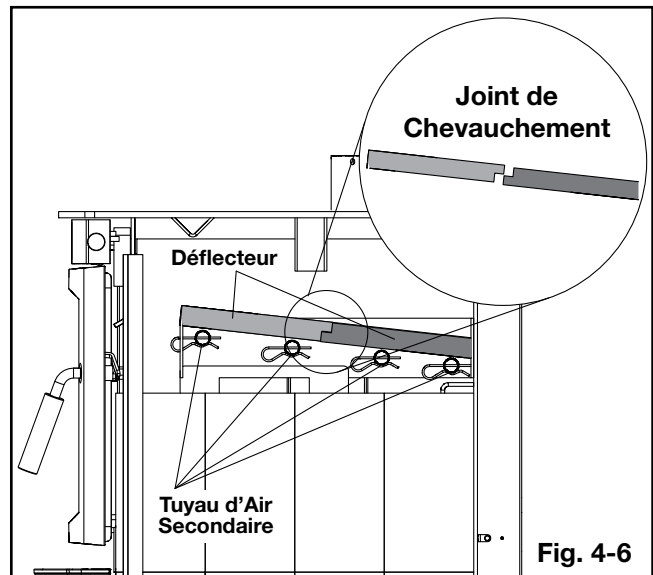

Fig. 4-6
- Soigneusement pivotez les déflecteurs en fibre (D) sur les tuyaux d'air secondaire comme illustré (**Fig. 4-6**). Assurez-vous que les déflecteurs supérieures sont poussés à l'arrière de la chambre de combustion, en laissant un écart le long du mur un minimum de 1 po en taille. Cela permettra les gaz du conduit d'échapper la chambre de combustion. Assurez-vous que le joint de chevauchement est serré.
- Installez les deux briques (E) le long de l'avant.